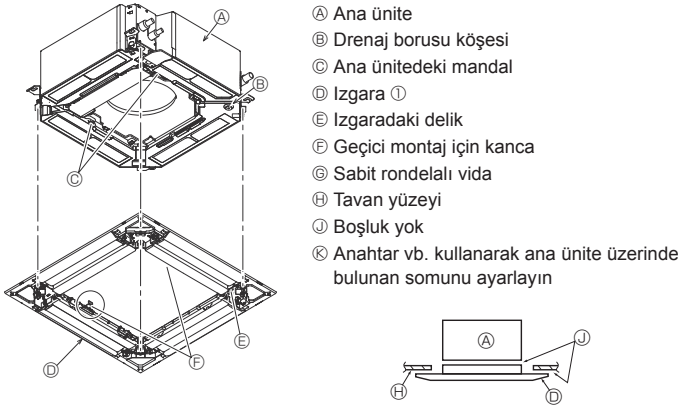

Fig. 7-6
7.4.2. Izgaranın geçici olarak montajı (Fig. 7-6)
- Daha önceden yerlerine takılan vidaları sıkarak izgarayı sabitleyin. (Fig. 7-6)
Ana ünite ile izgara arasında ya da izgara ile tavan yüzeyi arasında boşluk kalmamasına dikkat edin. (Fig. 7-6)